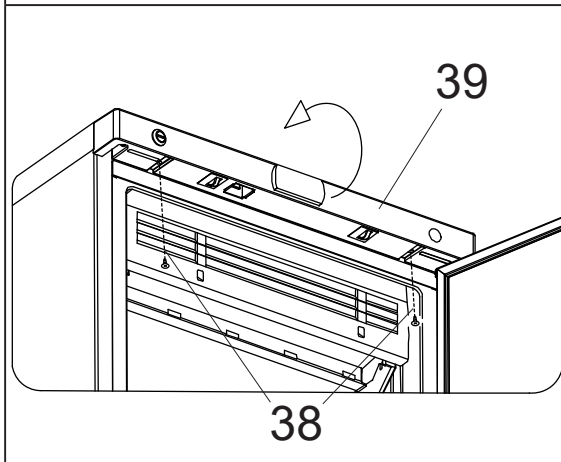

Рисунок 16
1. Выкрутите винты 38 передней панели 39, выведите из зацепления со столешницей переднюю панель (см. рис. 16) и аккуратно положите ее на камеру.